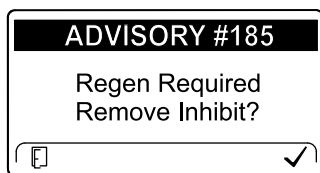

Рисунок 47
**Примечание:** Если вы установите в инфо-центре запрет регенерации, на экране через каждые 15 минут будет отображаться ИНФОРМАЦИОННОЕ СООБЩЕНИЕ № 185 (Рисунок 47), и двигатель будет запрашивать регенерацию со сбросом.